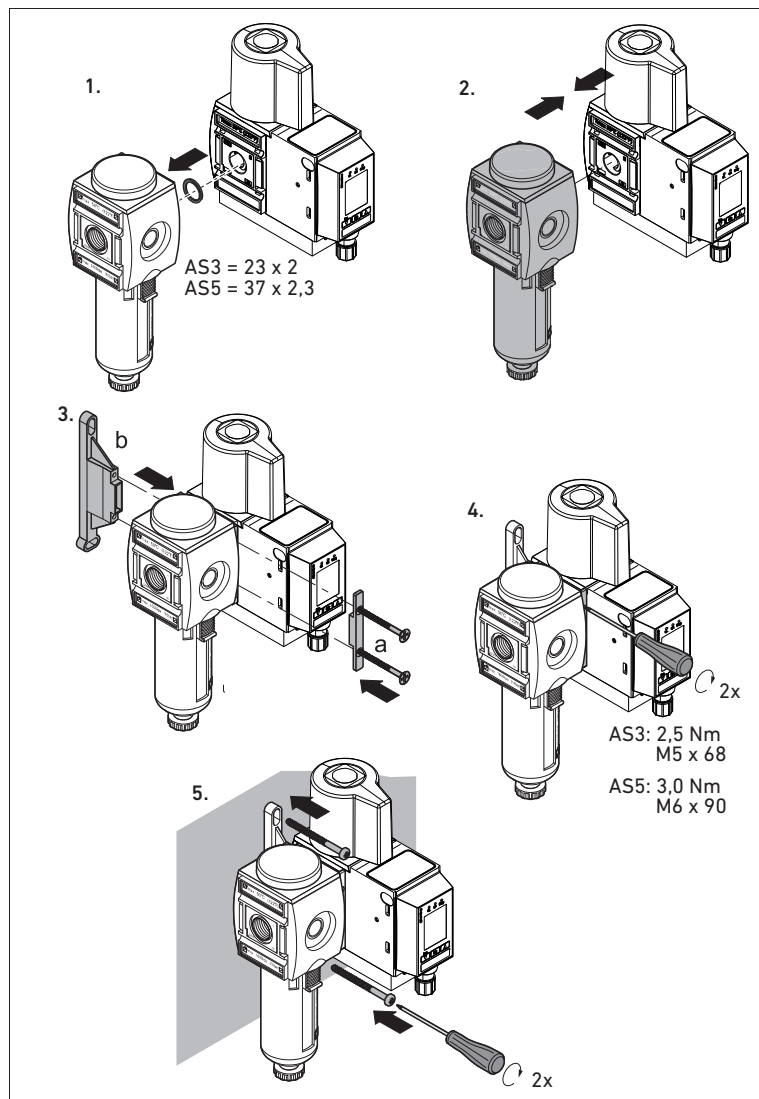

Fig. 4: Fijación de la EV1X con fijación para pared adicional
**i** Si bloquea cuatro o más componentes, después de cada dos válvulas, en lugar de un elemento de conexión, debe usar una fijación para pared adicional W03 - R412007370 (véase la Fig. 4).
Para conectar la válvula con los componentes de la unidad de mantenimiento, proceda como se representa en la Fig. 4: